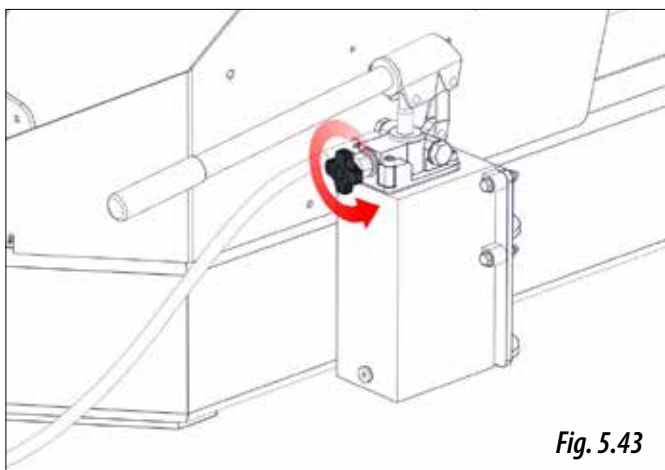

Fig. 5.43
- 1- Deschideți robinetul pompei manuale (Fig. 5.43) pentru a ridica piciorul telescopic, odată ce piciorul este ridicat, închideți din nou robinetul.